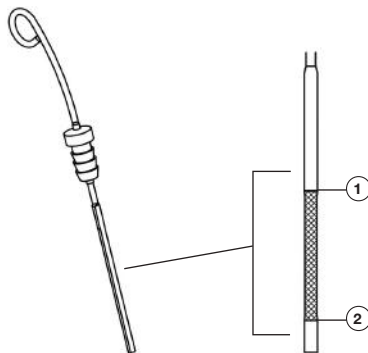

Рис. 24 Проверка уровня масла в двигателе
5. Установите масляный щуп на место, затем аккуратно извлеките и осмотрите его. Уровень масла должен соответствовать верхней отметке на щупе (Рис. 24).
4. Аккуратно извлеките щуп и осмотрите его. Уровень масла должен соответствовать верхней отметке на щупе. При недостаточном уровне масла в картере необходимо долить чистое масло до верхней отметки на щупе (Рис. 24).